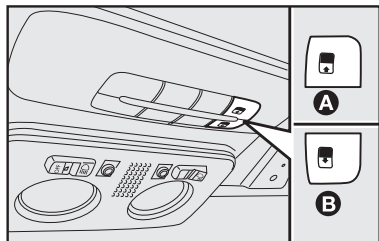

fig. 90
Acionar o botão **A-fig. 90** que permite três modalidades de abertura do vidro móvel (dianteiro).
Acionando o botão **A-fig. 90**, de completamente fechado, o vidro dianteiro passa à posição de spoiler; um segundo acionamento leva o vidro à posição de máximo conforto (menor ruído aerodinâmico); um terceiro acionamento levará o vidro à posição de máxima abertura. Depois do acionamento inicial de abertura, o vidro poderá ser parado em posição intermediária apertando novamente o botão.
Pressionando o botão **A-fig. 90**, de completamente fechado, o vidro anterior se move e para quando o botão **A-fig. 90** é novamente pressionado. Com pressões sucessivas do botão, sempre no mesmo intervalo de tempo, o vidro se moverá até alcançar a posição de máxima abertura. Esta função permite ao usuário posicionar o vidro dianteiro em posições intermediárias àquelas realizadas pela abertura automática.
Da posição de abertura em que se encontra, pressionar o botão **B-fig. 90** e, mantê-lo pressionado por mais de meio segundo, o vidro anterior do teto solar se fechará automaticamente até a próxima posição. Pressionando novamente o botão **B-fig. 90** por mais de meio segundo, o vidro dianteiro se fecha completamente.
Assegurar-se que o vidro seja completamente fechado e, caso não ocorra o fechamento, acionar o botão **B-fig. 90** novamente.
- atuar no botão **A-fig. 90** e fechar completamente o teto solar através do procedimento manual;
- pressionar o botão **A-fig. 90** até que sejam ouvidos dois ruídos (“clac”);